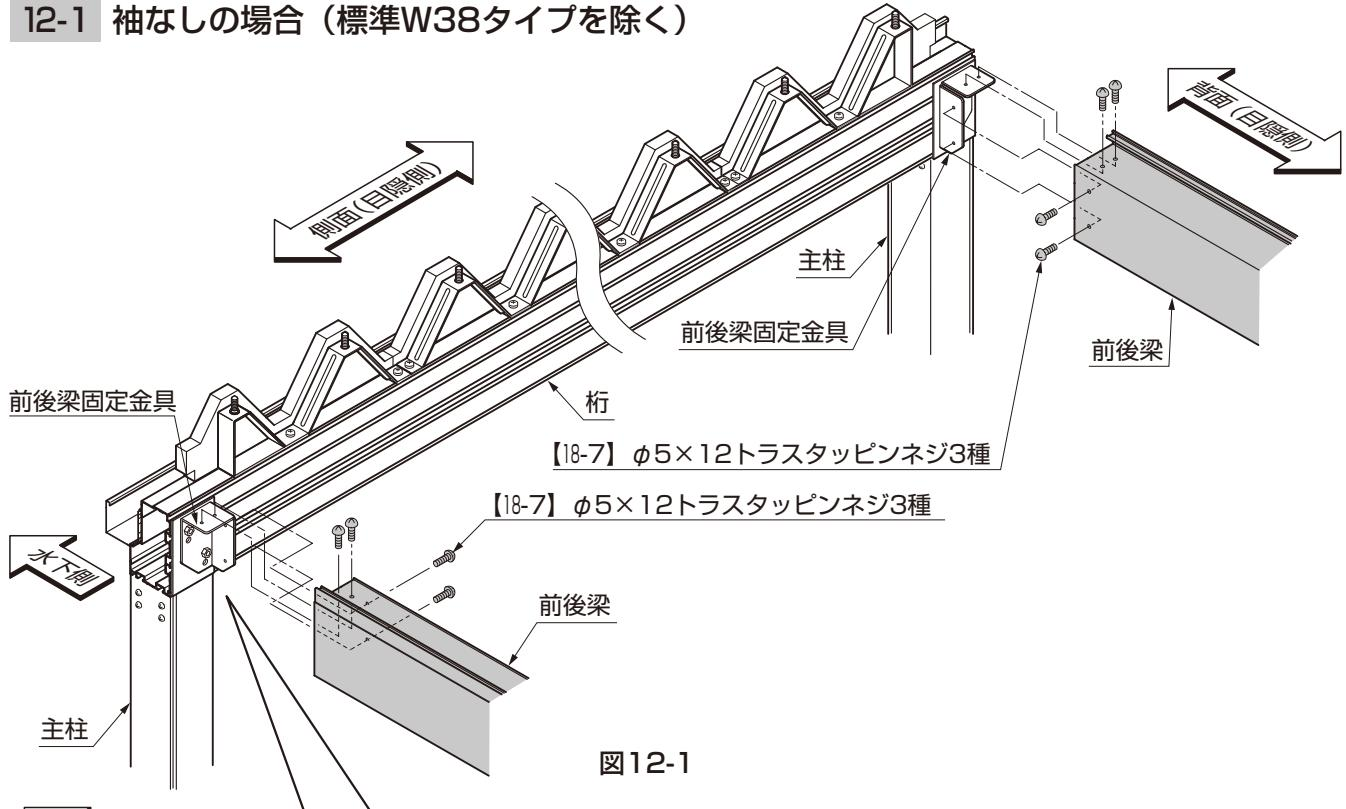

图 12-1
①枠に取付けた前後梁固定金具に前後梁を差込んで【18-7】で取付けてください。(図12-1参照)